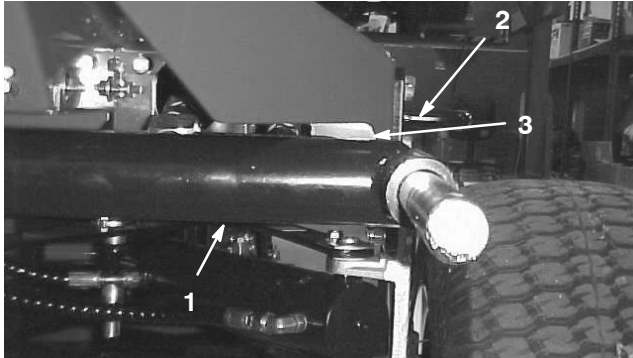

**Figure 5**
1. Placez la protection de l'échappement autour du silencieux et alignez les trous de montage avec ceux du châssis (Fig. 5).
2. Fixez la protection de l'échappement au châssis à l'aide de 4 vis autotaraudeuses (Fig. 5).